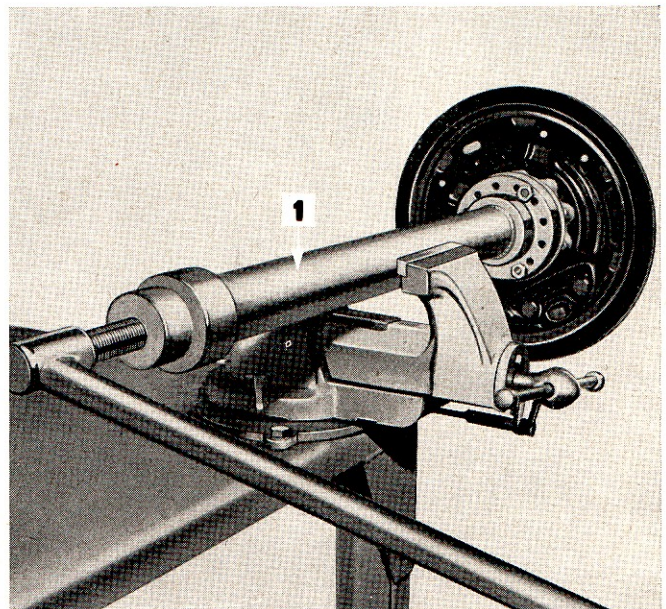

Figure 10: Dépose du roulement d'arbre de roue et de son frein
4. Extraire de l'arbre de roue l'arrêt de roulement, le frein et le roulement au moyen de l'outil no T4069-A ou NCA 4235 (Figures 10 & 11). On peut alors extraire de l'arbre de roue l'entretoise de roulement et séparer du frein le moyeu de roulement.